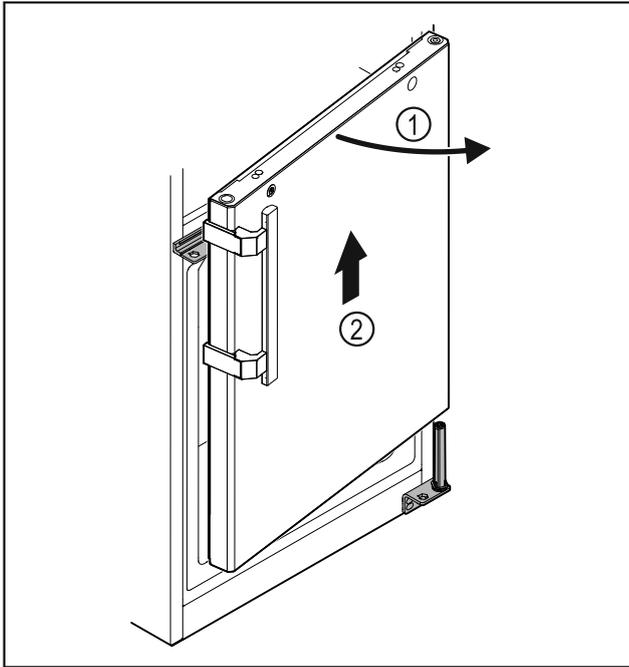

Fig. 33
- ▶ Tür Fig. 33 (1) leicht öffnen, circa 200 mm gerade nach oben heben und abnehmen Fig. 33 (2).